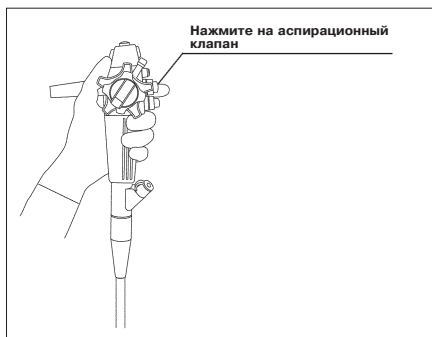

Рис. 3.15
3. Слегка нажимая на аспирационный клапан, введите водопроводную воду в отверстие входа для аспирации (см. рис. 3.15).